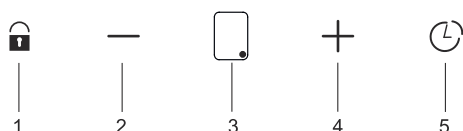

Fig. 24: Betjeningspanel
2. ➔ Du kan øge motorhastigheden ved at klikke på knappen (Fig. 24/4).
3. ➔ Du kan reducere motorhastigheden ved at klikke på knappen (Fig. 24/2).